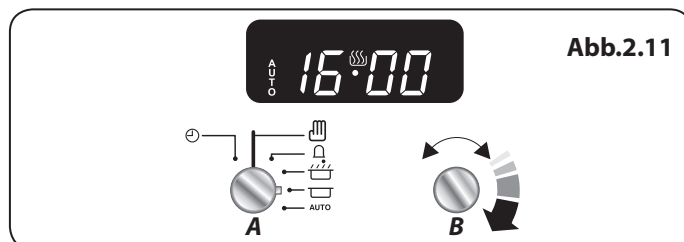

Abb.2.11
3. Drehen Sie den Einstellknopf (B) auf die Uhrzeit, zu der der Herd abschalten soll (**Abb.2.11**).